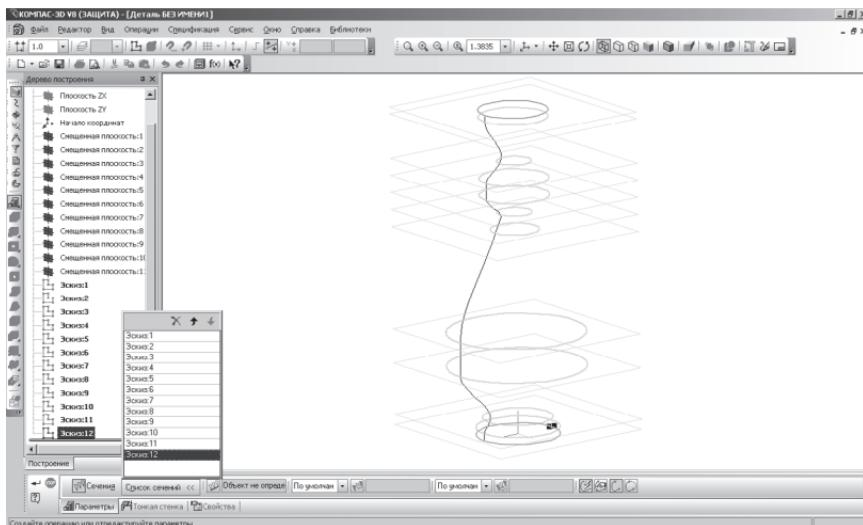

Рис. 261
- на панели Свойств активизируйте переключатель Сечения и последовательно укажите их в Дереве построения щелчком ЛКМ. Перечень эскизов в порядке их указания появляется в окне Список сечений. В этом же порядке сечения будут соединены при построении элемента (рис. 261);